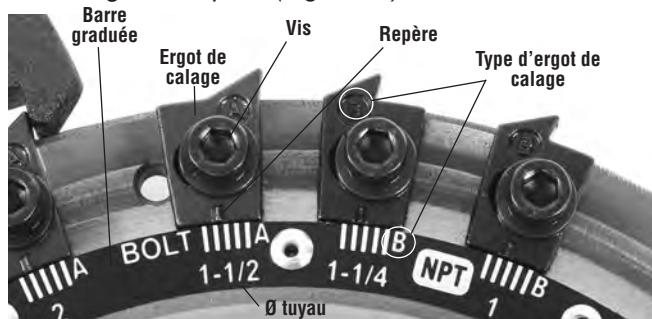

Figure 15 – Réglage du filetage
- Vérifiez systématiquement que le type d'ergot de calage correspond (Figure 15).